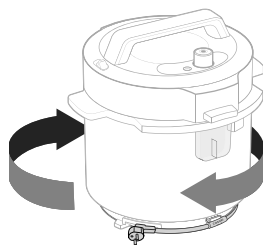

Figure 10.10
3. Enroulez le cordon électrique dans le sens des aiguilles d'une montre autour de la base de l'autocuiseur et accrochez le clip du cordon électrique au crochet du cordon. **[Figure 10.10]**